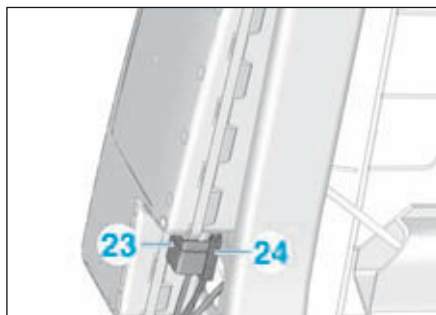

FIG.19
- Débrancher le connecteur d'alimentation (23) puis celui de masse (24) (Fig.19).
- Rebrancher le connecteur de masse (24) puis celui d'alimentation (23) (Fig.19).
- Serrer les écrous (25) au couple préconisé.